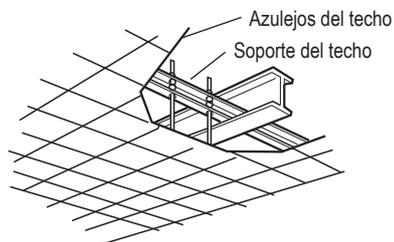

Fig. 7-4
- Utilizar los soportes de techo existentes, o construir uno adecuado (Fig. 7-4).